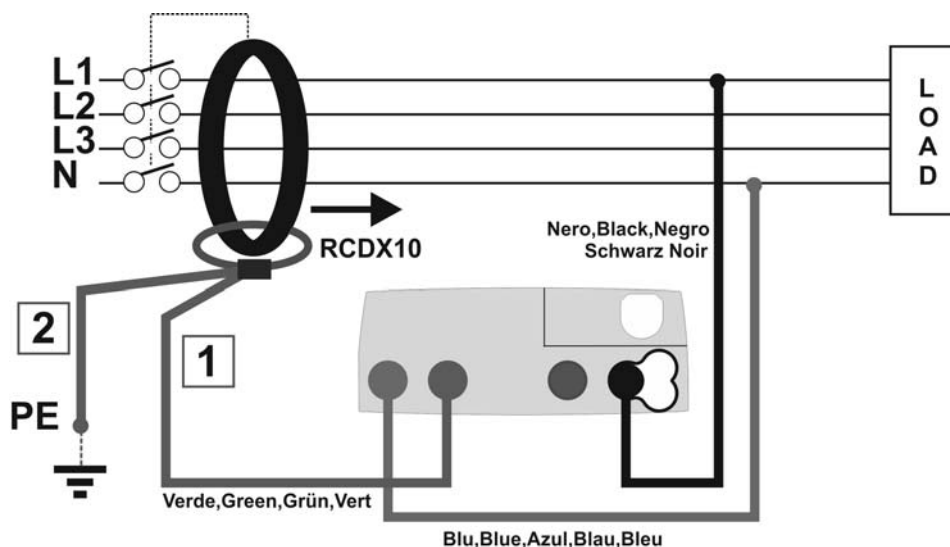

Fig.1: Collegamento dell'accessorio RCDX10
- **Collegare l'anello al toroide separato facendo attenzione che la freccia presente su di esso sia nella direzione della corrente presente sulla linea (vedere Fig.1)**
- Collegare sempre il cavo dell'accessorio corrispondente al numero "1" allo strumento e il cavo corrispondente al numero "2" al riferimento di terra (vedere Fig1)